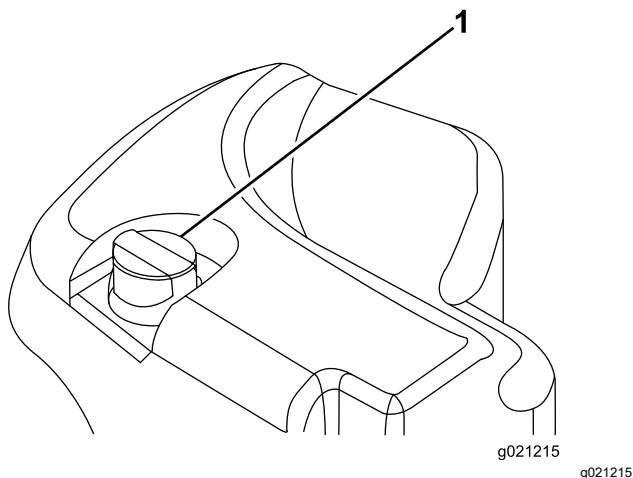

Figura 72
2. Limpie la zona alrededor del cuello de llenado y el tapón del depósito hidráulico (Figura 72).